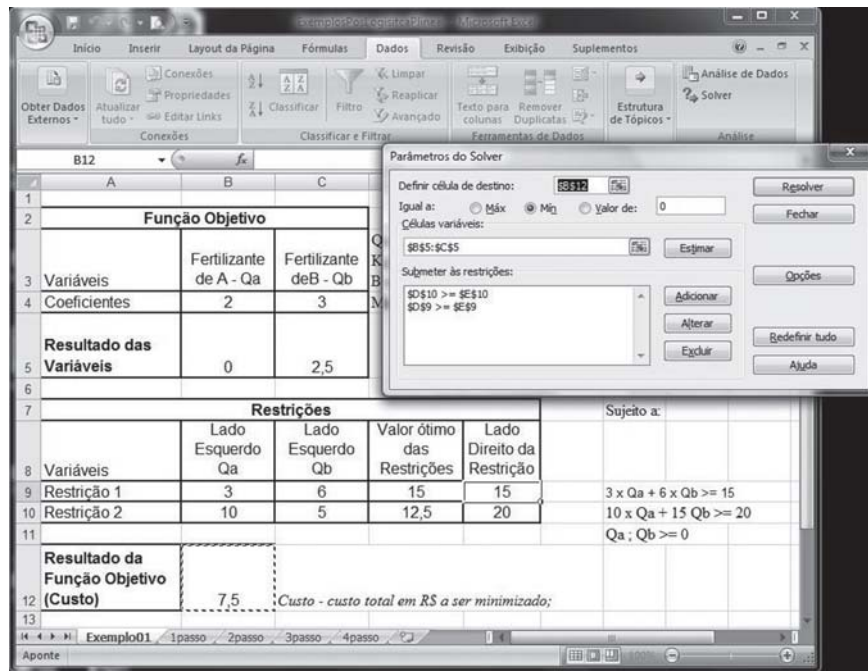
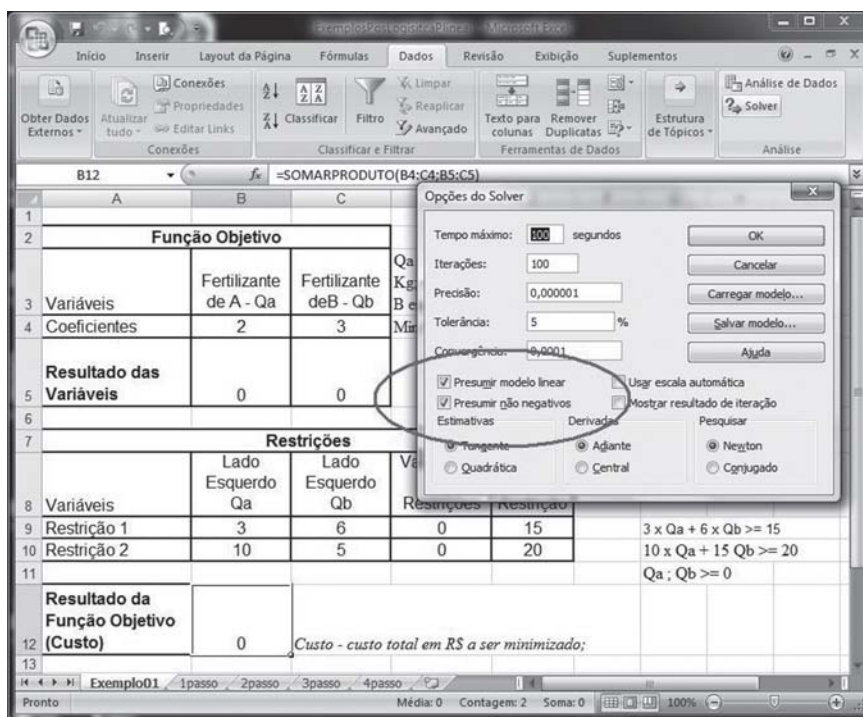
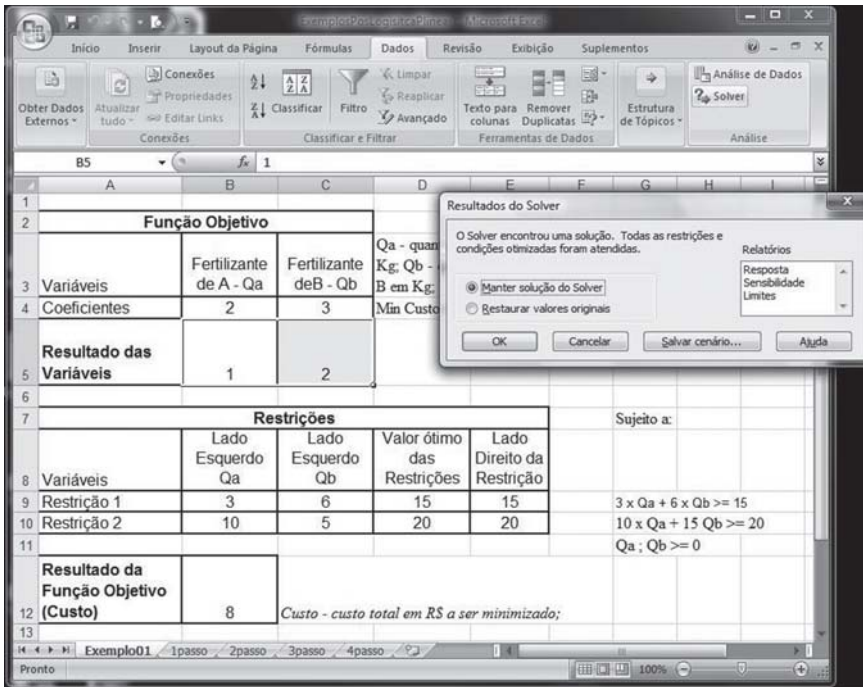

Figura 17: Quinto passo - Entrada dos parâmetros do Solver
Figura 19: Entrada das opções para solução do problema pelo Solver
Figura 20: Sétimo passo – Rodar o Solver para encontrar a solução do Modelo de Programação Linear
Quinto passo: você deve dar entrada nos parâmetros do Solver, conforme Figura 17. Se você estiver usando o Excel do Windows XP, vai encontrar o Solver no item de menu **Ferramentas**. No caso do Excel do Windows Vista, você vai encontrar o Solver no menu **Dados**, normalmente no canto esquerdo da tela. Para não ficar colocando uma figura a cada entrada de parâmetros do Solver, decidimos colocar somente a Figura 17 e depois, com base nela, apresentamos os parâmetros que você deve ir digitando no Excel. Na tela do Solver, à sua direita, na parte superior, você verá os seguintes parâmetros:
- ▶ **Submeter às restrições:** é o local onde você vai informar as restrições do problema. Para essa situação, você verá na Figura 17 como entrar com as restrições.
Para a entrada das restrições no Solver, você deve clicar o botão **Adicionar** e então aparecerá a tela que pode ser vista na Figura 18, na qual você verá a tela de **Adicionar Restrição**. Nessa tela, você vai digitar no espaço do lado esquerdo, **Referência de célula**, o valor \$D\$9, que é o espaço que você deixou para o Solver calcular o valor ótimo das restrições. Logo à direita do espaço da **Referência de célula** temos o sinal, que no exemplo da primeira restrição é “>=”. Depois, mais à direita, temos a **Restrição** que representa o valor do lado direito da restrição. No exemplo, a primeira restrição tem o valor da célula \$E\$9. Para o exemplo que você está construindo existem duas restrições, assim você deve clicar no botão **Adicionar** e entrar com \$D\$10, >= e \$E\$10 e depois clique no botão **Ok**. Você então retornará para a tela da Figura 17.
Depois disso, você deve clicar no botão **Opções**, conforme a tela da Figura 17, e aí aparecerá a tela da Figura 19. Na tela **Opções do Solver** da Figura 19, você deve se certificar de que os campos **Presumir modelo linear** e **Presumir não negativos** estejam marcados com  $\checkmark$ . Para este curso, não é necessário que
Sétimo passo: você deve encontrar a solução do problema. Neste momento, você já entrou no Excel com todos os dados necessários para que ele possa executar seu modelo de dados. Agora, você deve clicar no botão **Resolver** na tela da Figura 19 para aparecer outra tela, que pode ser vista na Figura 20. Como você pode reparar na Figura 20, o Solver já calculou a resposta, ou seja, as células B5 e C5 já foram preenchidas com os valores ótimos para a quantidade de fertilizante do fornecedor A e do fornecedor B, respectivamente. Além disso, ele também preencheu o valor da Função Objetivo, célula B12, que representa o custo mínimo alcançado. Mantenha a opção **Manter solução do Solver** e clique no botão **Ok**, se quiser, imprima sua planilha com o resultado do modelo.
Esses são os dados que devem entrar nas restrições. Após tê-los digitado, não se esqueça de clicar no botão **Opções** e se certificar de que os campos **Presumir modelo linear** e **Presumir não negativos** estejam marcados com  $\checkmark$ , conforme você fez a partir da Figura 19, do Exemplo 1. Pronto! Mais um modelo conhecido. Se você fez tudo certo, deve chegar à tela de resultados conforme a Figura 22.